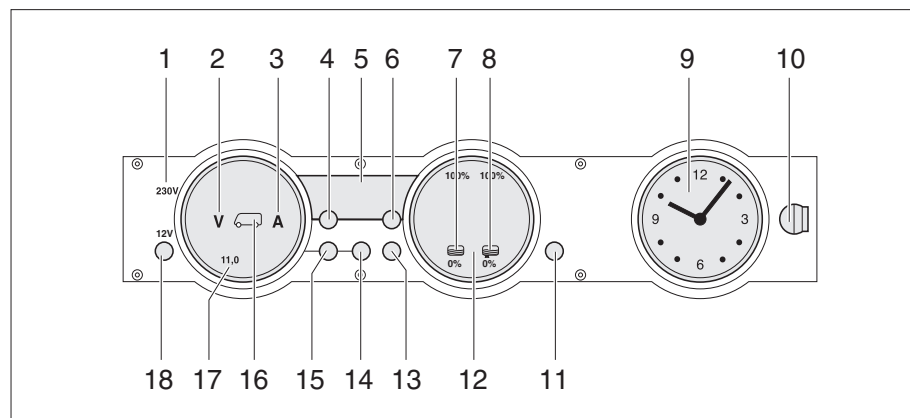

Fig. 170 Panel MP 20-T
Se enciende la luz de control de 230 V (Fig. 170,1) cuando hay tensión de red en la entrada del bloque eléctrico.
El interruptor principal de 12 V (Fig. 170,18) conecta y desconecta el panel y la alimentación de 12 V del habitáculo.
- Pulsar la tecla "12 V" (Fig. 170,18) brevemente. La alimentación de 12 V del habitáculo está conectada. La visualización de control "12 V" está encendida.
- ▷ En caso de que después de la conexión parpadeen tanto el LED "11,0" de la visualización de voltios así como el símbolo Voltios "V" (Fig. 170,2) en el instrumento indicador Baterías (Fig. 170,17), será demasiado baja la tensión de la batería del habitáculo. Cargar la batería.
- ▷ En caso de que después de la conexión parpadeen tres veces la visualización de control "12 V", el símbolo Batería del habitáculo (Fig. 170,16) y el símbolo Voltios "V" (Fig. 170,2), estará activada la separación de batería. Desactivar la separación de batería.
- Pulsar la tecla "12 V" (Fig. 170,18) brevemente. La alimentación de 12 V del habitáculo está desconectada. La visualización de control "12 V" se apaga.
- Pulsar la tecla Batería del habitáculo (Fig. 170,14) y mantenerla pulsada aprox. 10 segundos. Los símbolos Voltios "V" (Fig. 170,2) y Amperios "A" (Fig. 170,3) parpadean tres veces. La batería del habitáculo está separada de la red de a bordo de 12 V.
- Pulsar la tecla "12 V" (Fig. 170,18) y mantenerla pulsada aprox. 5 segundos. El símbolo Voltios "V" (Fig. 170,2) parpadeará tres veces. La batería del habitáculo está conectada a la red de a bordo de 12 V. La visualización de control estará encendida durante aprox. 2 segundos.
- Pulsar la tecla Batería del habitáculo " (Fig. 170,14). El símbolo Voltios "V" (Fig. 170,2) estará encendido. Según la carga o la descarga, el símbolo Amperios "A" estará iluminado de color blanco o rojo. La tensión de la batería y la corriente de la batería del habitáculo se visualizan a través de LEDs en el instrumento indicador.
- Pulsar la tecla Batería del motor de arranque " (Fig. 170,15). El símbolo Voltios "V" (Fig. 170,2) estará encendido. La tensión de la batería del motor de arranque es visualizada a través de LEDs en el instrumento indicador.
- Pulsar la tecla Depósitos  (Fig. 170,13). Los símbolos Depósito de agua  (Fig. 170,7) y Depósito de aguas residuales  (Fig. 170,8) estarán encendidos. Los niveles de llenado del depósito de agua (escala izquierda) y del depósito de aguas residuales (escala derecha) serán visualizados a través de LEDs en el instrumento indicador.
El símbolo Voltios "V" (Fig. 170,2) y el LED "11,0" parpadearán tan pronto la tensión de la batería caiga abajo de 11 V (medición durante el funcionamiento) y exista el riesgo de una descarga completa.
El símbolo Depósito de agua  (Fig. 170,7) o el símbolo Depósito de aguas residuales  (Fig. 170,8) parpadeará si el depósito de agua está vacío o el depósito de aguas residuales está lleno.